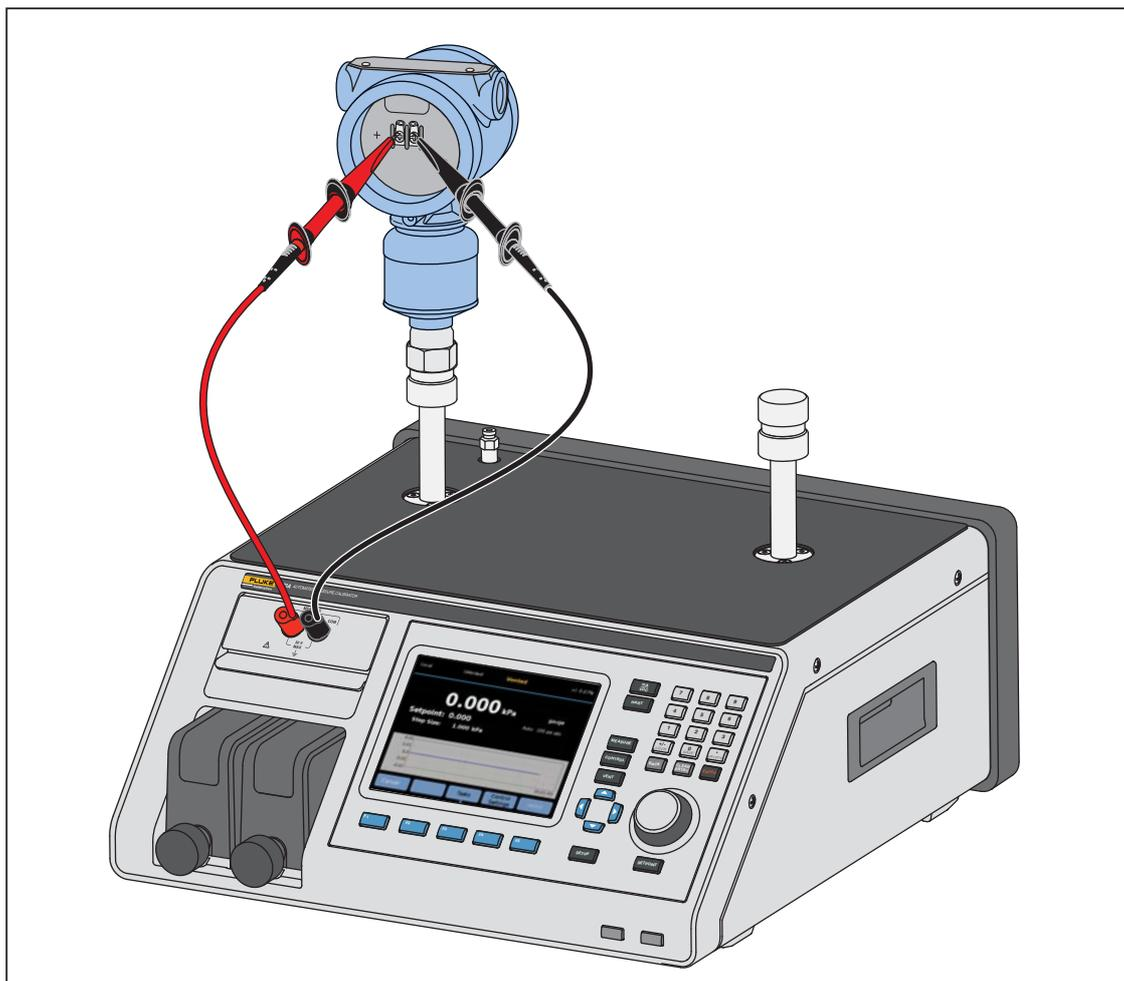

図 14. EMM モジュールからの一般的な HART 圧力トランスミッタの接続
1. トランスミッタを圧力ポートの 1 つに接続して、EMM のテスト・リードを圧力トランスミッタの適切な端子に接続します。プラス/マイナスを正しく接続します。図 14 および 15 を参照してください。使われていないもう一つのテスト・ポートがプラグで密閉されているか確認します。
1. EMM のテスト・リードを HART 装置の適切な端子に接続します。プラス/マイナスを正しく接続します。図 14 および 15 を参照してください。